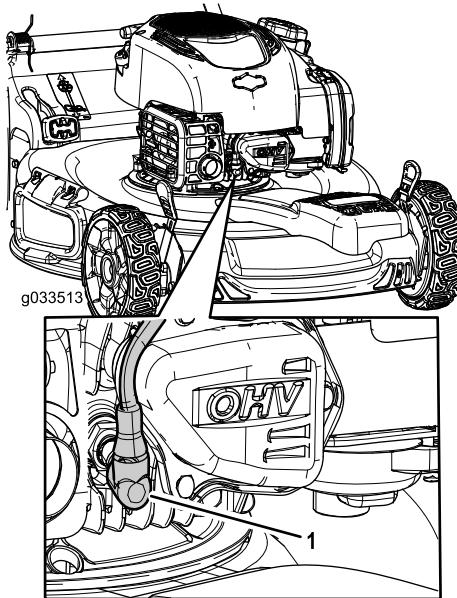

Рисунок 25
- Отсоедините провод от свечи зажигания (Рисунок 25).